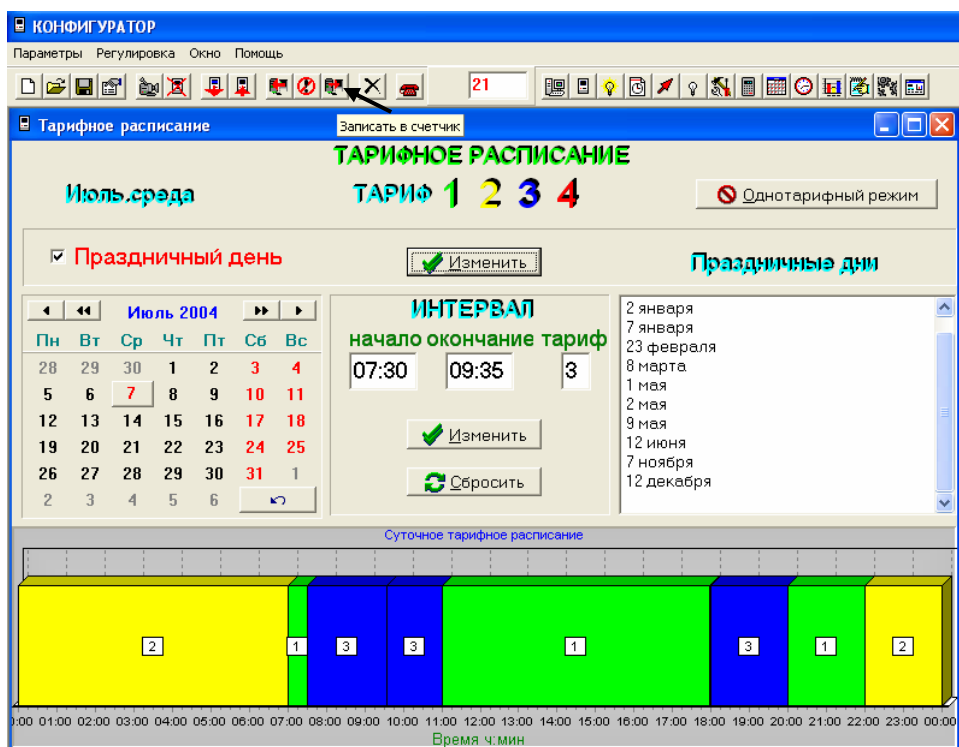

Рис.22
1. В окне «Тарифное расписание» установить требуемое тарифное расписание или расписание праздничных дней. Для изменения суточного тарифного расписания необходимо задать начало/окончание и номер тарифа для каждого тарифного интервала и нажать кнопку «Изменить». Для изменения признака праздничный/непраздничный любого дня года необходимо установить требуемое положение переключателя «Праздничный день» и нажать расположенную справа кнопку «Изменить». Изменения заносятся в память программы и могут быть проконтролированы в гистограмме «Суточное тарифное расписание» или списке «Праздничные дни» окна (Рис. 22);